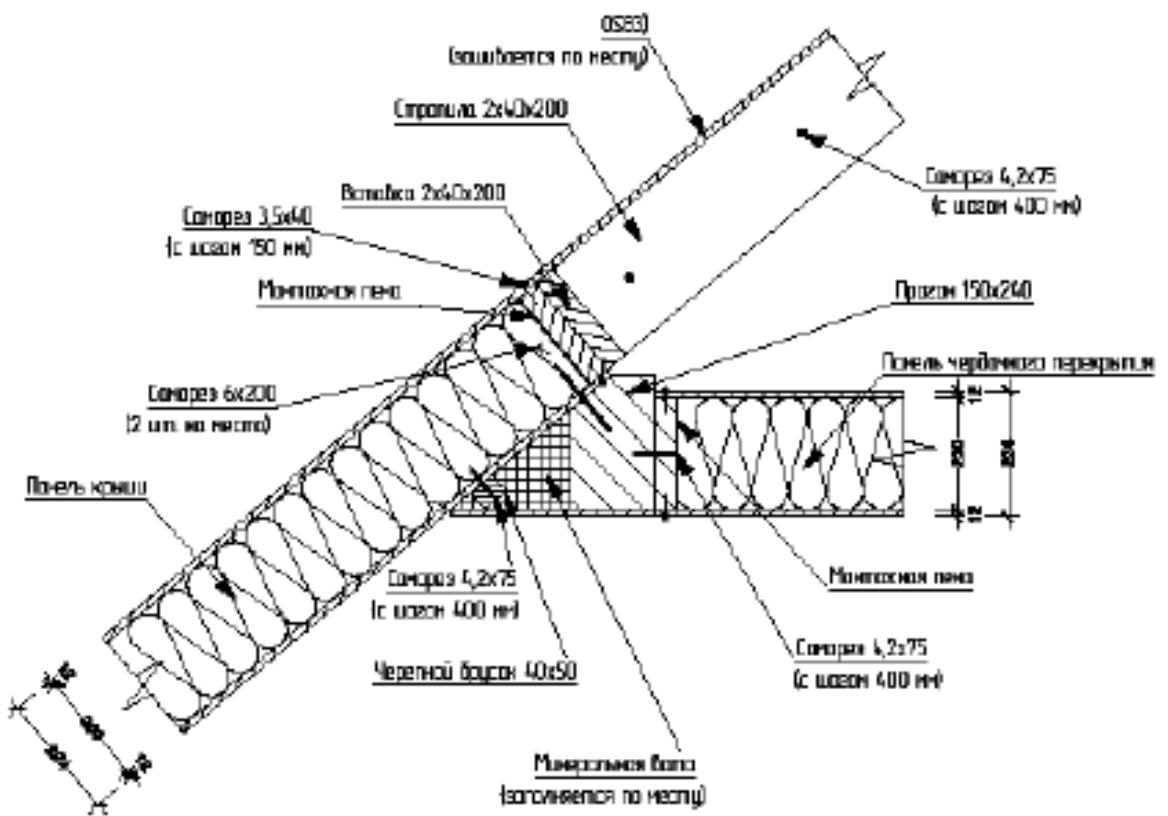
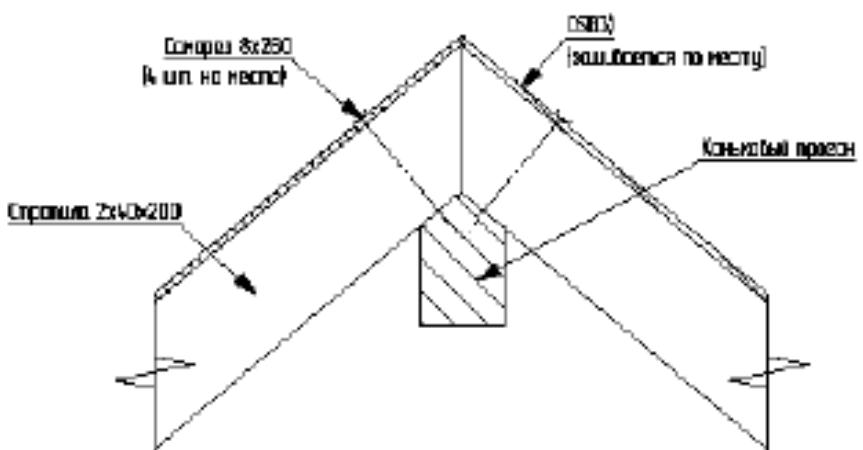

Рис. 21: Устройство крепления стропил.
Рис. 22: Устройство конькового профна.
20. Устройство крыши должно соответствовать Рис. 21 и Рис. 22.